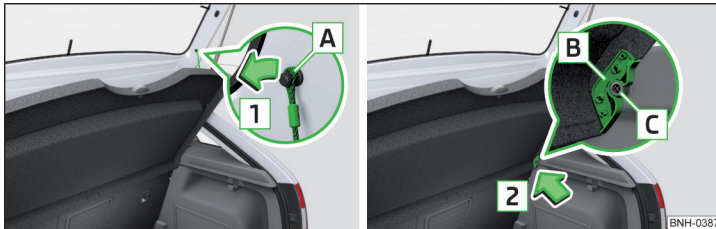

Abb. 110 Gepäckraumabdeckung herausnehmen
Sind die Haltebänder **A** » Abb. 110 an der Gepäckraumklappe eingehängt, dann wird beim Öffnen der Klappe die Gepäckraumabdeckung (nachstehend nur Abdeckung) mit angehoben.
- › Auf den beiden Seiten der Gepäckraumklappe die Haltebänder **A** in Pfeilrichtung **1** aushängen » Abb. 110.
- › Die Aufnahmen **B** an der Abdeckung über die Halterungen **C** an der Seitenverkleidung stellen » Abb. 110.